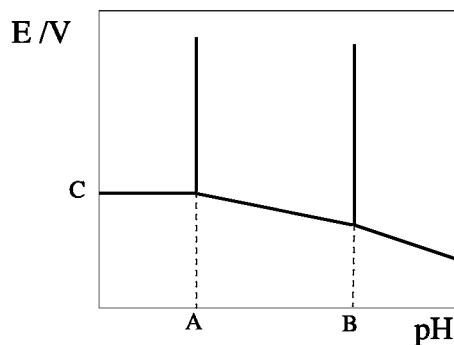

Figure 1
6.c. Les cinq segments (en trait plein) du diagramme potentiel-pH (qualitatif) fourni à la **figure 1**, représentent les ‘frontières’ des domaines de prédominance (ou d’existence) des différentes espèces. Après avoir reproduit la **figure 1** sur votre copie, placer les espèces concernées dans leurs domaines respectifs.